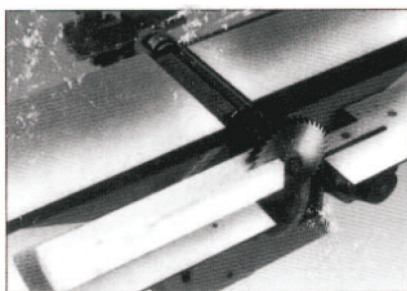

рис. 20
- установите на шпиндель станка два пильных диска диаметром не более 100 мм. (рис. 20,21);